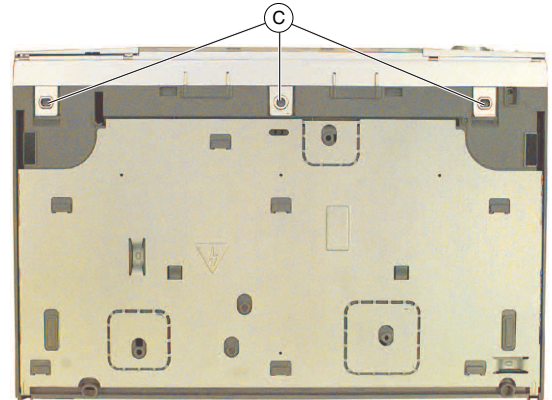

Fig. 2
- 3 Rasthaken (C) (Fig. 2) auf der Geräteunterseite lösen.
- Release 3 clamps (C) (Fig. 2) on the cabinet bottom.